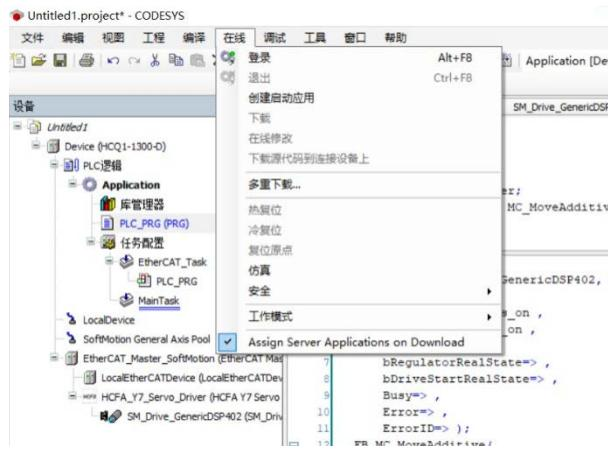

图 13-17 登录控制器
1. 编译完成以后，点击【在线 - 登录】，如图 13-17 所示。